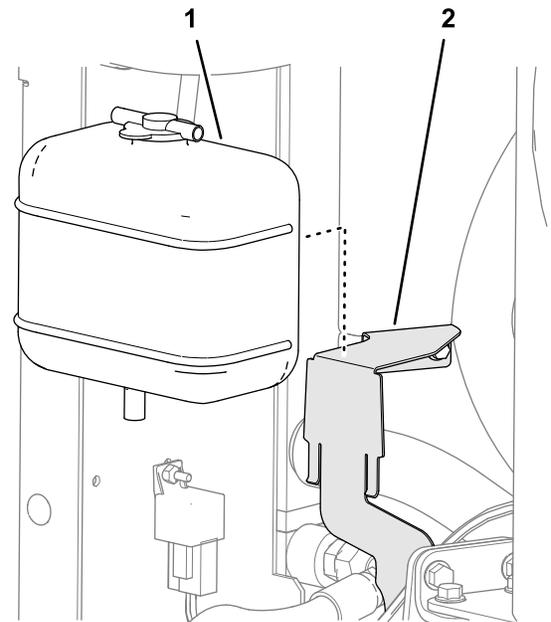

図 53
1. 冷却液補助タンクブラケットに 図 53 のように冷却液補助タンクを取り付ける。